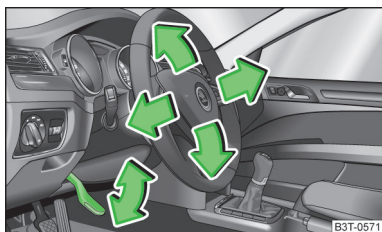

Fig. 121
- Rabattez la manette sous le volant vers le bas » fig. 121.